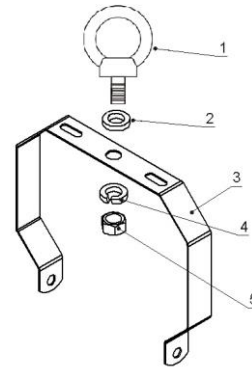

Рисунок 2
4.2.2. Для модификации с рым – болтом на лире (3) необходимо закрепить крепление Рым - болт М8 (1) + шайба М8 (2), с другой стороны закрепить при помощи шайбы пружинной (гровера) М8 (4) и гайки М8 (5). (рис.2).